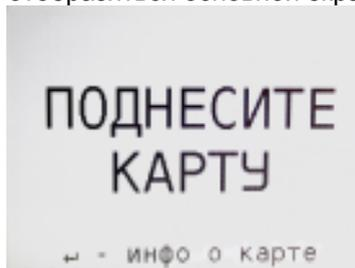

Рисунок 7
9.1 Основное условие для начала работы – правильно присвоенные адреса и режимы работы у всех сторон и рукавов в БУ ТРК, миникомпьютере терминала и ведомых терминалах, а также корректная настройка контроля емкостей. При подаче питающего напряжения на терминал на дисплее отобразиться основной экран (рисунок 7).